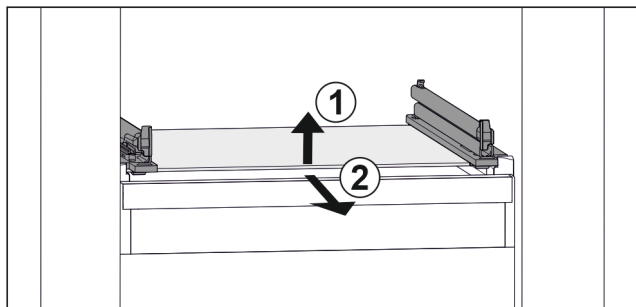

Fig. 45 Příklad znázornění skleněné desky
- ▶ Nadzvedněte skleněnou desku vpředu. Fig. 45 (1)
- ▶ Vyjměte skleněnou desku dopředu. Fig. 45 (2)